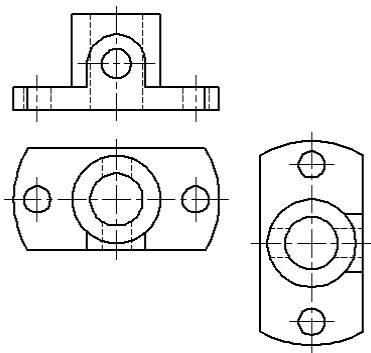

图 5-11 复制和旋转俯视图
(1)复制并旋转俯视图至合适的位置(旋转时要注意前后方位关系),作为辅助图形,如图5-11所示。